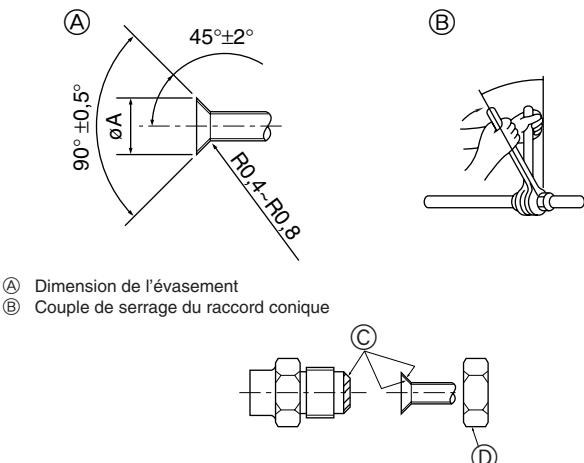

Fig. 5-4
(A) (Fig. 5-4)
(B) (Fig. 5-4)
5.5. Connexion des tuyaux (Fig. 5-4)
- Appliquer un film mince d'huile réfrigérante sur la surface du tuyau et du support du joint avant de serrer l'écrou évases. (A)
- Utiliser deux clés pour serrer les connexions des tuyaux. (B)
- Appliquer de l'huile réfrigérante sur toute la surface évasee du fond. (C)
- Utiliser les raccords coniques comme suit. (D)